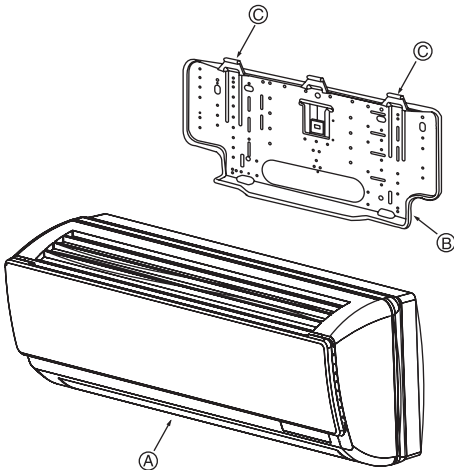

Fig. 3-8
- (L) Marca
(1) Soporte de montaje en la pared
3.3. Montaje de la unidad (Fig. 3-8)
- ① Asegúrese de colgar los enganches de metal de la unidad interior en los ganchos del soporte de montaje.
- (A) Unidad interior